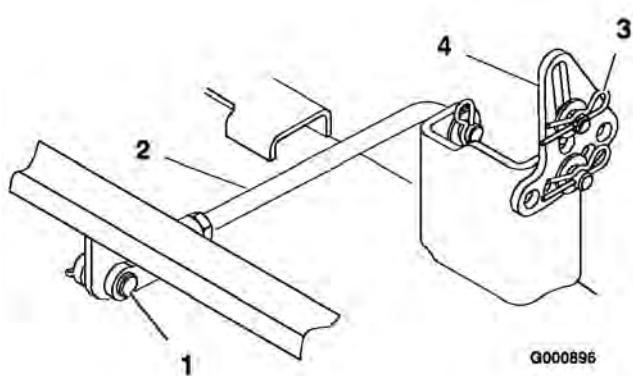

Figure 47
6. Retirez la goupille fendue et l'axe de chape de la tige du tourillon arrière (Figure 47) de chaque côté du plateau de coupe.
7. Retirez la goupille fendue et la rondelle des pattes de mise à niveau (Figure 47) de chaque côté du plateau de coupe. Notez le trou de montage de la patte de mise à niveau en prévision de la repose. Dégagiez les pattes de l'axe de montage
6. Fixez le tourillon arrière à la machine à l'aide de l'axe de chape et de la goupille fendue (Figure 47) de chaque côté du plateau de coupe.
7. Glissez les pattes de mise à niveau sur les axes de montage et fixez-les à l'aide des rondelles et des goupilles fendues (Figure 47).